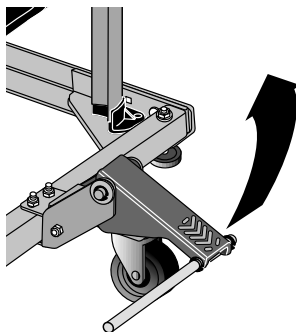

FIG. 10B
- Débrayez le système de roulette en levant la pédale (Fig. 10B), ce qui permet aux pieds d'ajustement de toucher la surface du sol.